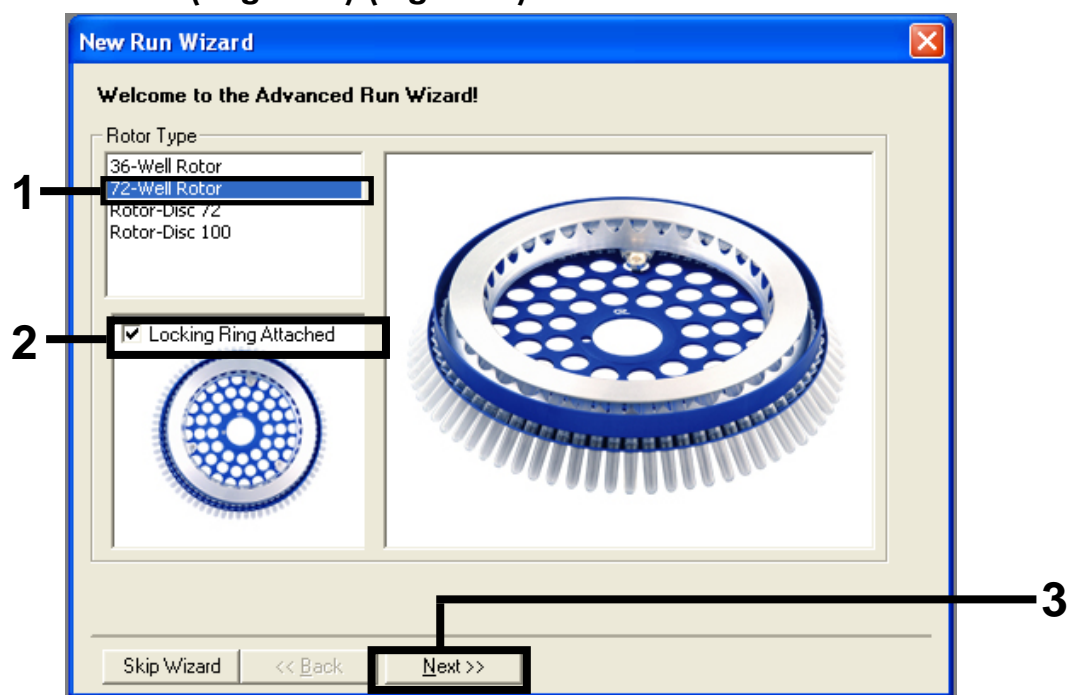

Figura 1. A caixa de diálogo “New Run Wizard” (Assistente de nova execução).
4. Selecione o **72-Well Rotor** (rotor de 72 poços) como tipo de rotor. Confirme que o anel de aperto está anexado e marque a caixa **“Locking Ring Attached”** (Anel de aperto anexado). Clique em **“Next”** (Seguinte) (Figura 1).